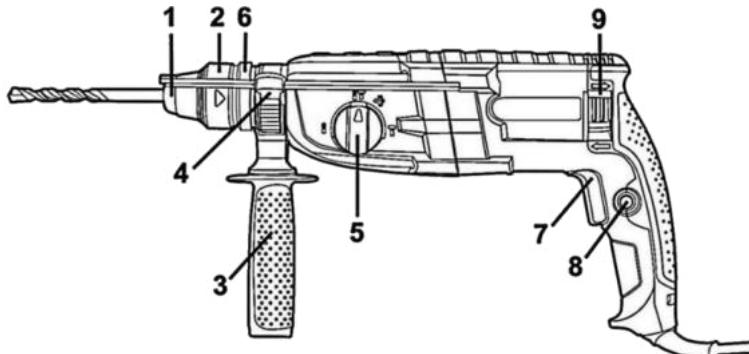

Рисунок 1
**4.1** Виберіть необхідний режим роботи виробу за допомогою перемикача (5) (див. рисунок 1, таблицю 1). При необхідності встановлення свердлильного патрона з хвостовиком SDS-plus, – встановіть його в патрон SDS-plus замість бурів.
**4.2** Для ввімкнення виробу натисніть на курковий важіль перемикача (7) (рис.1). Для відключення виробу слід курок відпустити.